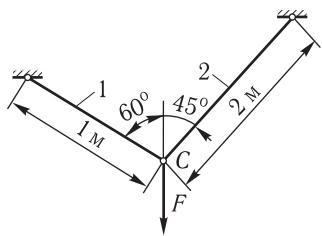

Рис. 2.16
**2.29\*.** Визначити горизонтальне, вертикальне та повне переміщення вузла  $C$  стрижневої системи (рис. 2.16), навантаженої силою  $F = 30$  кН. Стрижень 1 сталевий з площею поперечного перерізу  $500 \text{ mm}^2$ , стрижень 2 мідний з площею поперечного перерізу  $400 \text{ mm}^2$ . Модуль пружності сталі  $E_c = 2 \cdot 10^5$  МПа, міді  $E_M = 1 \cdot 10^5$  МПа.